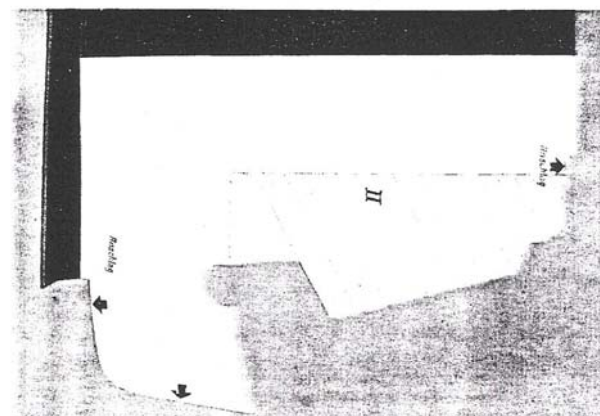

Bild 10
12. Pappe nach Schablone II ausschneiden und in den Gepäckraum einlegen (Bild 10).